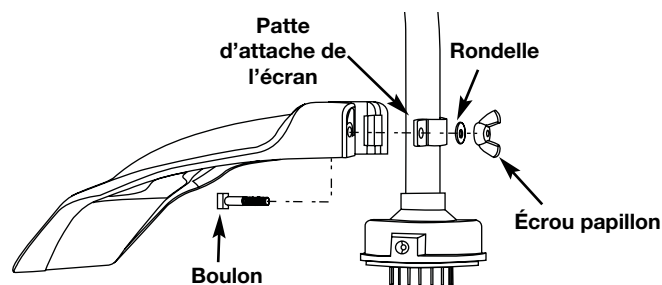

Fig. 18
- De l'intérieur de l'écran de l'accessoire de coupe, poussez le boulon carré dans le trou jusqu'à ce que l'extrémité fileté dépasse de la patte d'attache de l'écran (Fig. 18).